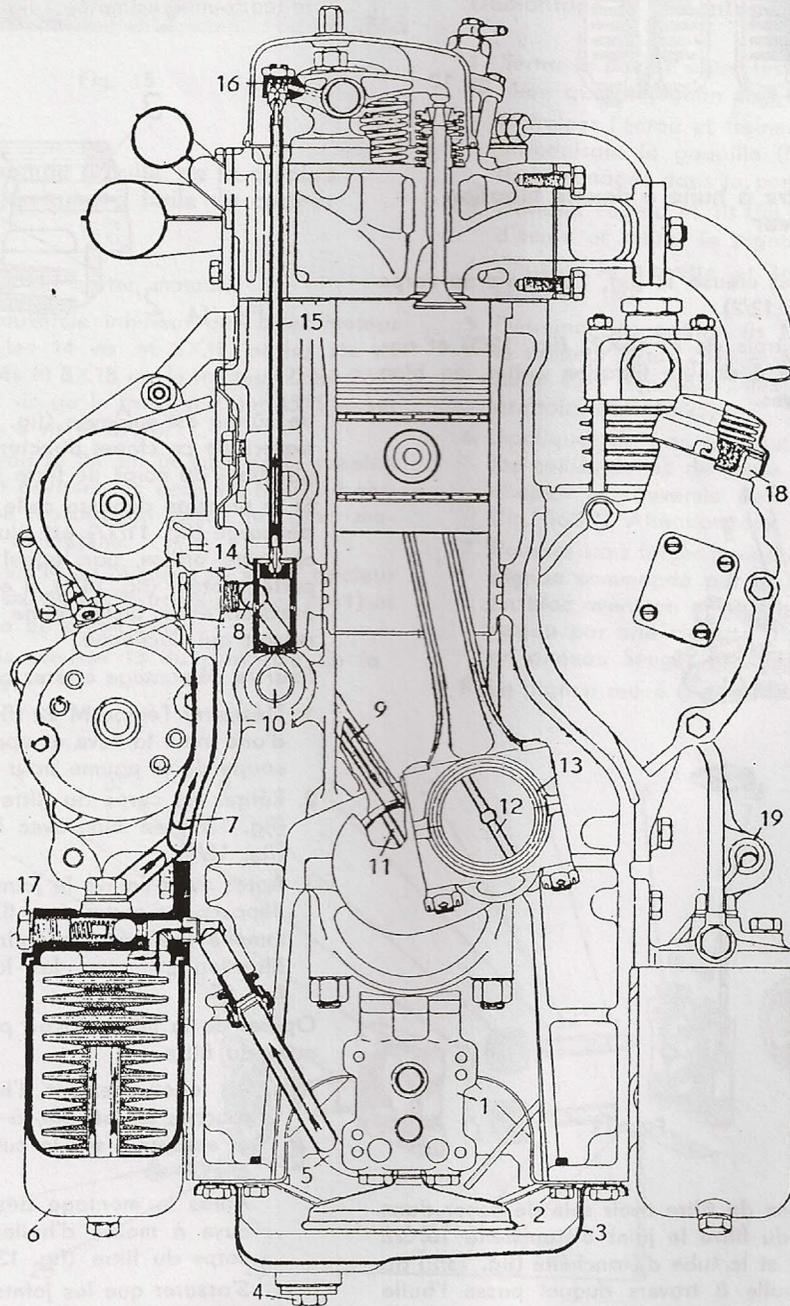
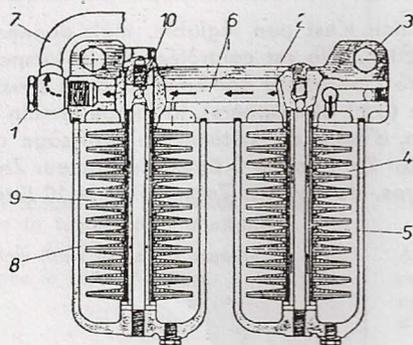
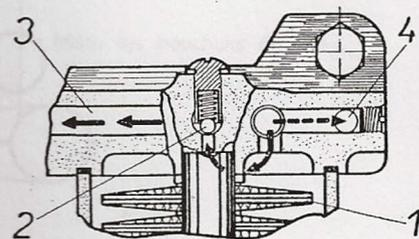

Fig. 11
Fig. 12
Fig. 14
Le système de graissage (fig. 11) est du type forcé, fonctionnant par circulation d'huile sous pression, à carter humide. La pompe à engrenage (1) aspire l'huile à travers de la crépine d'aspiration (2) en la puisant du couvercle inférieur (3) d'où l'huile est vidangée par un bouchon (4). L'huile est refoulée par la conduite (5) à travers du premier filtre à huile (6) et passe par la conduite (7) dans le canal de graissage principal (8) pour parvenir grâce aux panneaux (9) aux tourillons de l'arbre à cames (10) et aux paliers de ligne du vilebrequin (11). L'huile est
1. Dévisser la vis creuse 13 (fig. 12/1) hors du corps de filtre (fig. 12/2).
2. Dévisser les trois vis M 10×22 (fig. 12/3) et enlever le filtre à double filtration entier, en bloc avec ses cuves.
L'huile sous pression canalisée par le tube venant de la pompe, traverse le canal (fig. 12/5) en passant par les cartouches filtrantes (fig. 12/4) qui retiennent les impuretés. L'huile est forcée par le tube de retour (fig. 12/6) dans le canal principal (fig. 12/6) du corps de filtre et, en passant par la vis creuse (fig. 12/1) dans le tube d'écoulement (fig. 12/7). Une partie de l'huile pénètre à travers d'un orifice de 1 mm de diamètre dans le filtre fin (fig. 12/8) et d'ici par le tube d'écoulement (fig. 12/9) et par l'orifice (fig. 12/10) en arrière dans le carter moteur. Si la résistance de la cartouche filtrante atteint 0,6 atmosphère (cartouche colmatée - fig. 14/1) la bielle du clapet
de sûreté est soulevée (fig. 14/2) et l'huile passe à travers de ce clapet directement dans le canal longitudinal du corps de filtre (fig. 14/3).
Si la pression dépasse celle à laquelle le clapet de décharge (fig. 11/17) est ajusté la bielle se déplace et ouvre l'orifice, par lequel l'huile revient dans le carter moteur (fig. 14/4). Il en résulte une baisse de pression et la bielle ferme l'orifice sous l'effet du ressort qui l'actionne.